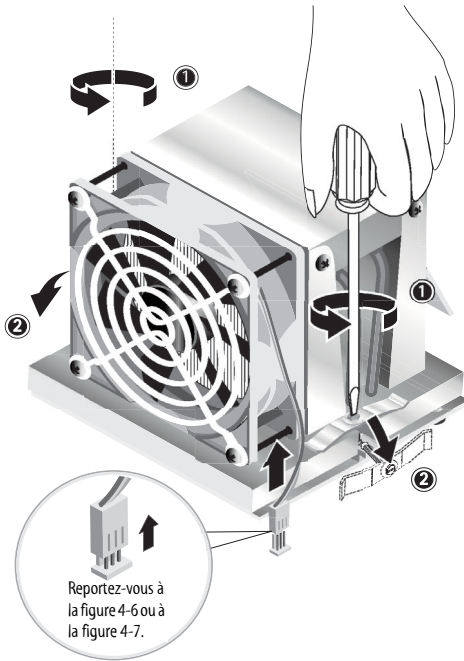

FIGURE 4-8 Retrait des clips de retenue du module dissipateur de chaleur/ventilateur
5. Desserrez les deux vis de fixation du module dissipateur de chaleur/ventilateur à la carte mère (voir le point 1 de la FIGURE 4-8), puis faites pivoter les clips de retenue vers l'extérieur (2).